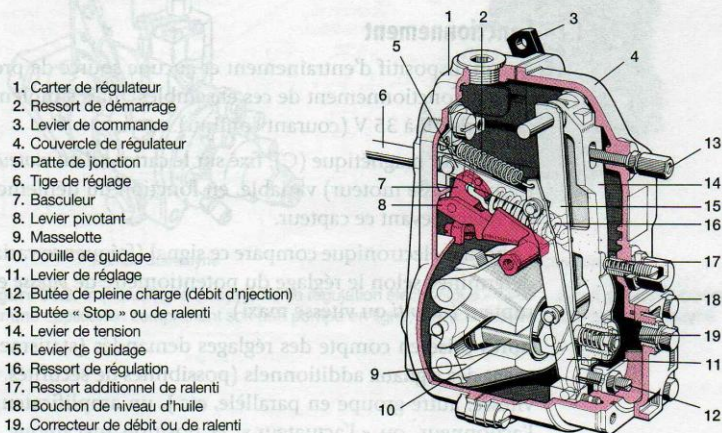

**Figure 93.4.** Régulateur Bosch RSV, pleine charge au régime maximal commencement de la régulation
L'augmentation de la force centrifuge permet aux masselottes de comprimer le ressort de correction (14), par l'intermédiaire de la douille de guidage (13). Le débit injecté correspond alors à celui réglé par la butée de pleine charge (5) (fig. 93.4).